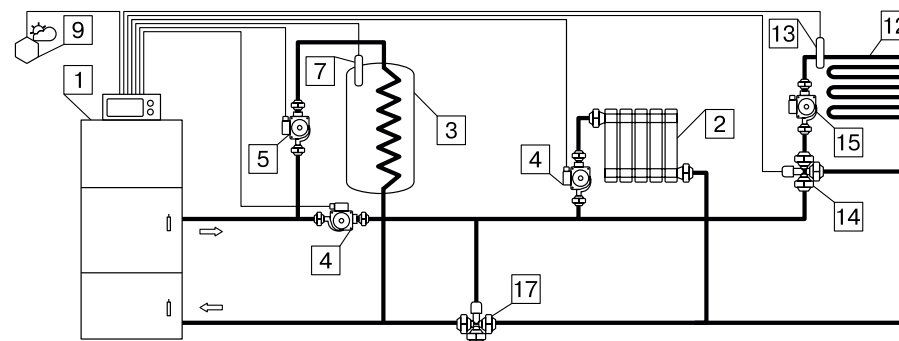

Рис.9 Упрощенная схема подключения котла с гидроразделителем
7.4.1. Монтаж котла с гидроразделителем следует производить в соответствии с вариантом схемы отопления, показанной на рис.9.